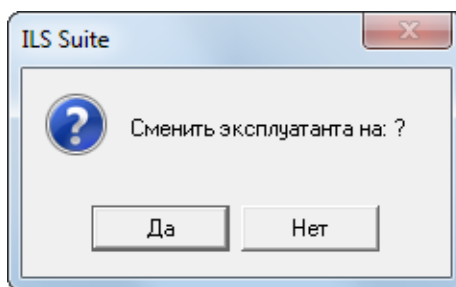

Рис. 13-87 – Диалоговое окно
10) После выбора собственника открывается диалоговое окно с предложением сменить эксплуатанта на ту же организацию, что и собственник (рис. 13-87).